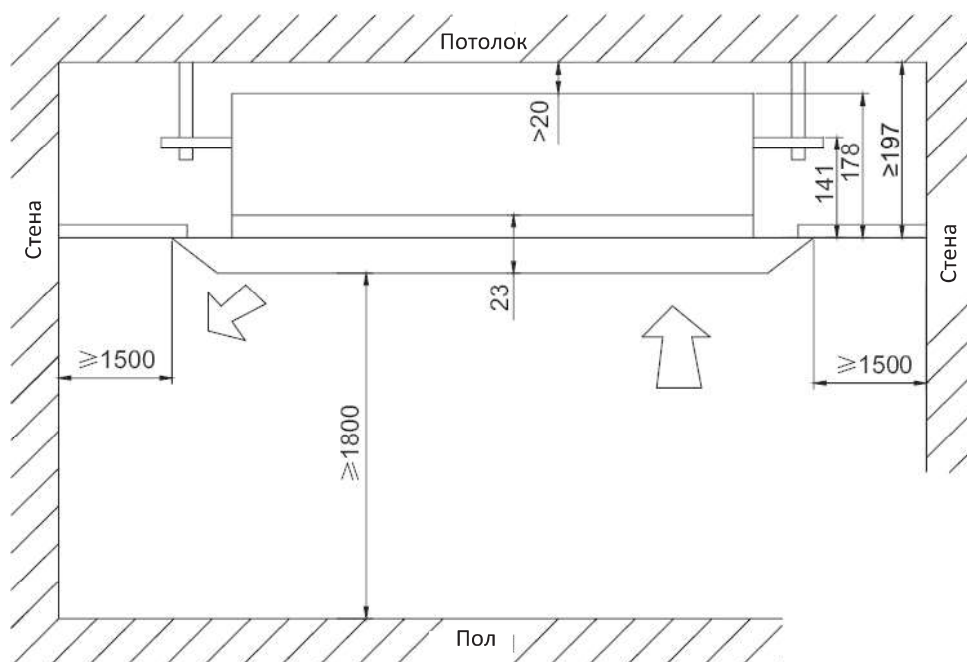

Рис. 11.15
11.4.3. На рис. 11.15 указаны минимальные допустимые расстояния от однопоточного кассетного блока до ограждающих конструкций.